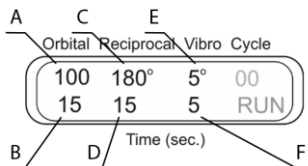

Рисунок 6
- 6.9.2 **3D-орбитальное + 3D-покачивание + 3D-вибро** (рисунок 6). Установите скорость (A, 1–100 об/мин) и время (B, 1–250 с) 3D-орбитального движения. Установите угол поворота (C, 0–360°) и время (D, 1–250 с) 3D-покачивания (выполняется с той же скоростью, что и 3D-орбитальное движение). Установите угол поворота (E, 1–5°) и время (F, 1–5 с) 3D-вибродвижения. На рисунке 7 показаны 3D-орбитальное и 3D-покачивающее движения и 3D-вибро, последовательно выполняемые в циклах.